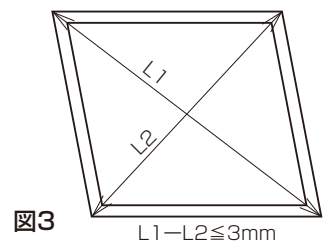

図3
- ③取付ける開口部の対角差が3mm以内であることを確認してください。(図3)